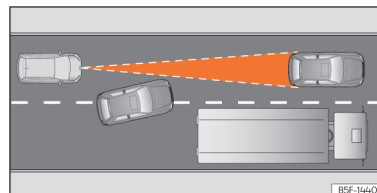

Рис. 122 Інший автомобіль змінює смугу руху.
- Транспортні засоби, які займають вашу смугу занадто близько від вашого автомобіля >>> **рис. 122.**